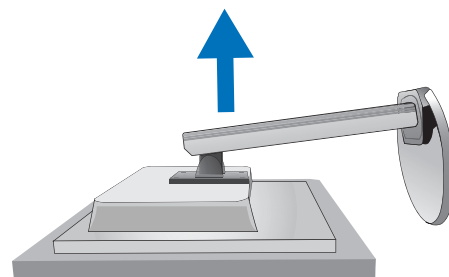

Figura S.2
5. Rimuovere il supporto (**Figura S.2**).